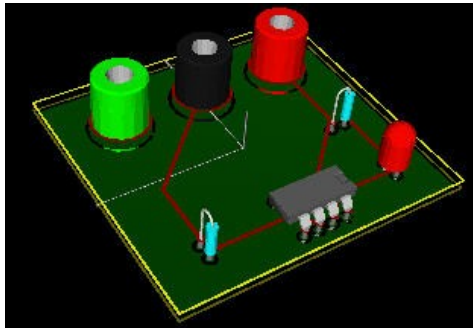

Рисунок 24 Объемное представление печатной платы.
27. Сохраните ваш файл, кликнув **Файл → Сохранить**. Полюбуйтесь вашей платой в 3D-виде. Кликните **Просмотр → 3D вид** (Рисунок 24).